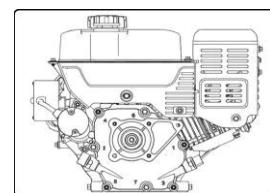

Figure 34
2. Отвинтите крышку маслоналивной трубы и протрите щуп. Figure 34.
1. Найдите маслосливное отверстие в нижней части картера, figure 34.
2. Очистите зону около маслосливного отверстия Figure 34.